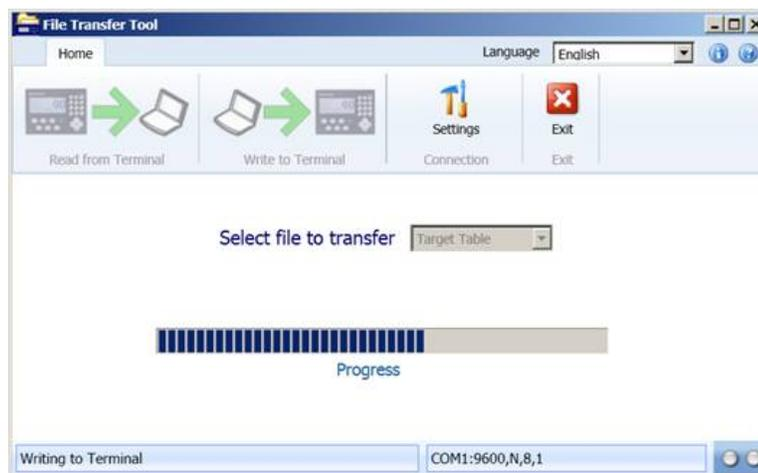

Abbildung 3-10: Fortschrittsbalken der Dateiübertragung
7. Sobald der Übertragungsvorgang beginnt, erscheint auf der Registerkarte **Home** des IND246 File Transfer Tool ein Fortschrittsbalken (siehe Abbildung 3-10).